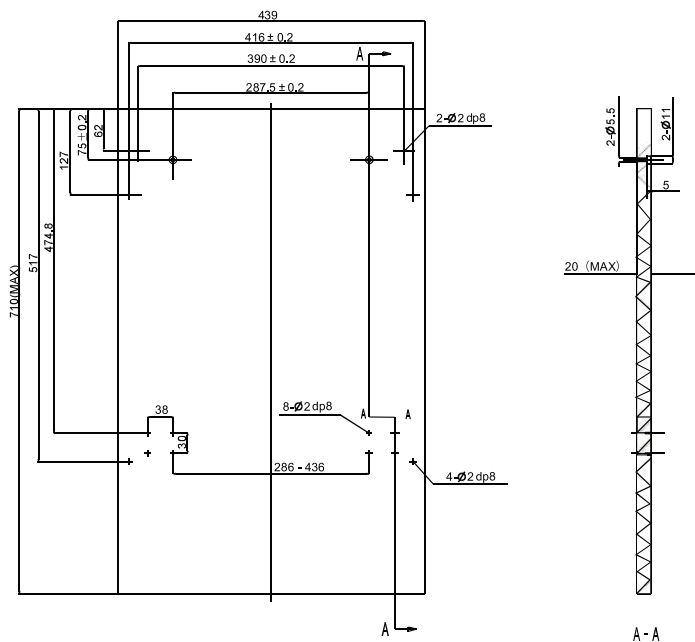

Рис. 3. Единицы измерения — мм
1. Установите внешнюю панель (рис. 3). Внешняя панель должна соответствовать размерам, приведенным на рисунке.